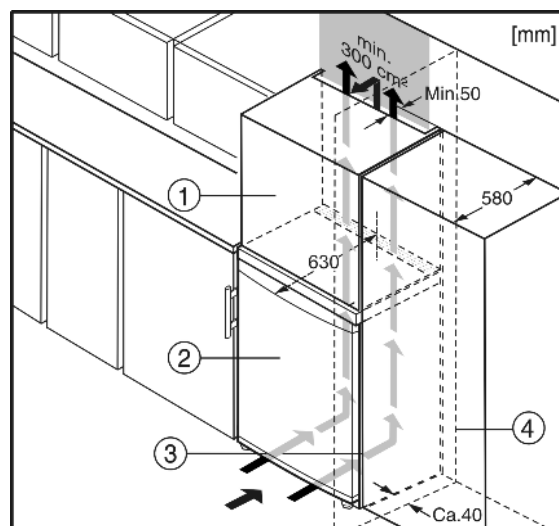

Fig. 5
- (1) Дополнительный шкафчик
- (2) Устройство
- (3) Кухонный шкаф
- (4) Стенка
Устройство может быть окружено предметами кухонной обстановки. Чтобы уравнивать устройство Fig. 5 (2) по высоте с кухонной стенкой, можно установить над устройством соответствующий дополнительный шкафчик Fig. 5 (1).
При комбинировании с обычными кухонными шкафами (глубина макс. 580 мм) устройство можно установить непосредственно рядом с кухонным шкафом *Fig. 5 (3)*. Дверь устройства выступает по сторонам на 34 мм и по центру устройства на 50 мм относительно передней стенки кухонного шкафа. Поэтому ее можно свободно открывать и закрывать.
Если устройство установлено на шарнирах у стены *Fig. 5 (4)*, то расстояние между устройством и стеной должно быть не менее 40 мм. Настолько выступает ручка при открытой дверце.